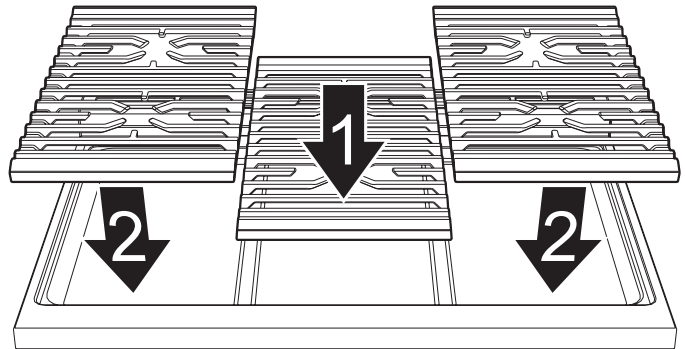

Figura 4: Instale las rejillas
- Verifique que todos los quemadores estén ubicados correctamente en la cubierta de cocción antes de utilizar los quemadores de la superficie (Figura 4). Los quemadores están diseñados para permanecer dentro de la superficie de cocción.